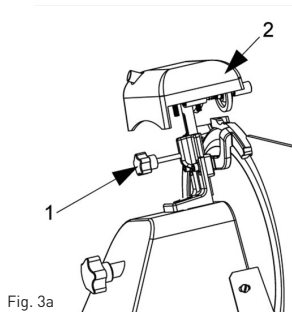

Fig. 3a
- Svitare la manopola (pos.1, Fig. 3a), sollevare l'affilatrice (pos.2, Fig. 3a) nella posizione in cui si bloccherà, poi ruotare di 180°.